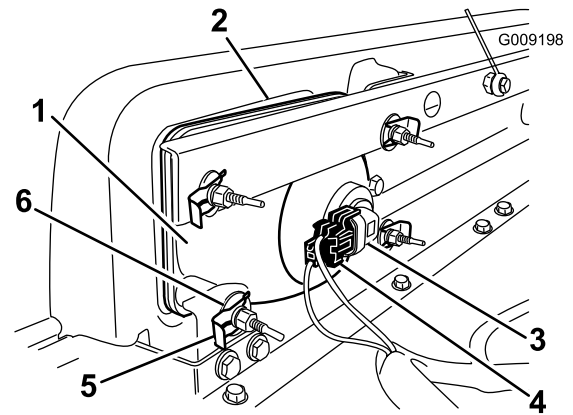

Bild 27
2. Schieben Sie den Scheinwerfer nach vorne durch die Öffnung in der vorderen Stoßstange und entfernen Sie ihn (Bild 27).
3. Setzen Sie den neuen Scheinwerfer durch die Öffnung in der Stoßstange ein (Bild 27).